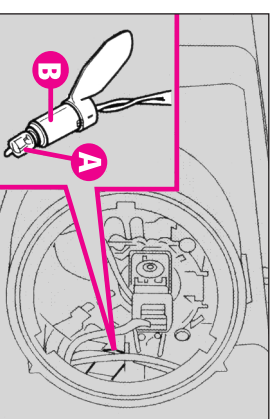

fig.28
- Scoateți becul (**A-fig.28**) din soclul său (**B**) apăsând ușor și rotind în sensul invers al acelor de ceasornic.
- Puneți un bec nou în soclul său (**B-fig. 28**).